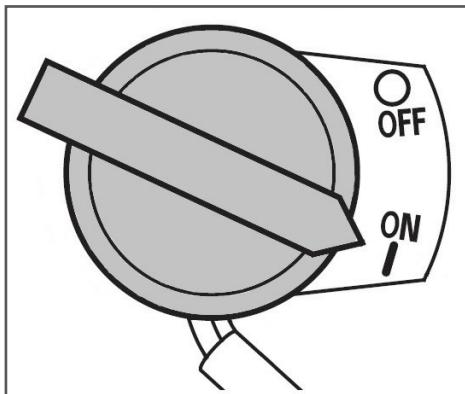

Рис. 24 Выключатель зажигания
- Выключатель зажигания переведите в положение «ON» (Включено) (Рис. 24).
При возникновении аварийной ситуации, для экстренной остановки двигателя переведите выключатель зажигания двигателя в положение «OFF» (Выключено) (Рис. 24).
4. Переведите выключатель зажигания в положение «OFF» (Выключено) (Рис. 24).